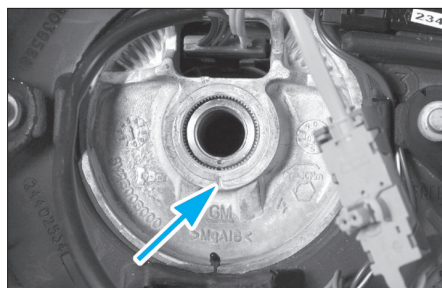

FIG. 1
- Aligner le repère sur la colonne avec celui du volant (Fig.1).